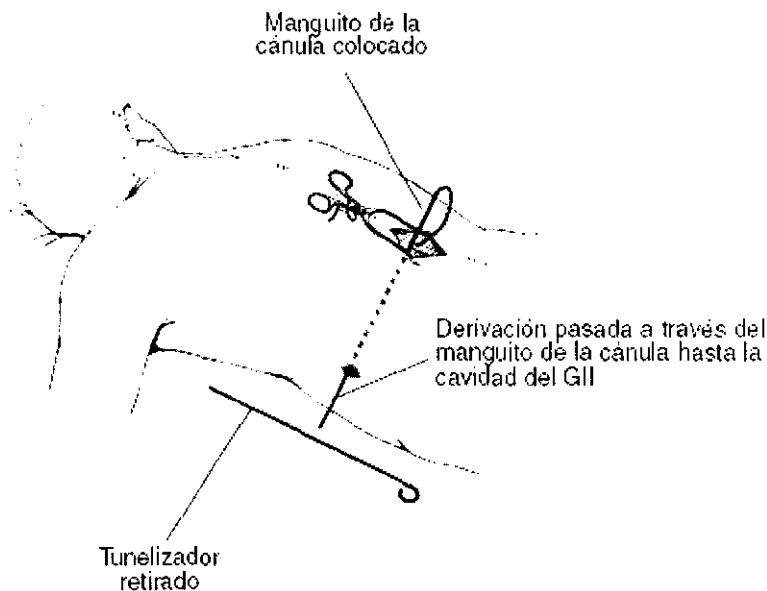

FIGURA 29
4. Con cuidado pase los extremos de las derivaciones a través del manguito de la cánula, desde el lugar de anclaje a la cavidad del GII (Figura 29). Si se utiliza un procedimiento de tunelización en dos pasos, lleve las derivaciones hasta la incisión central y posteriormente hasta la cavidad del GII. En el mismo túnel pueden colocarse varias derivaciones.